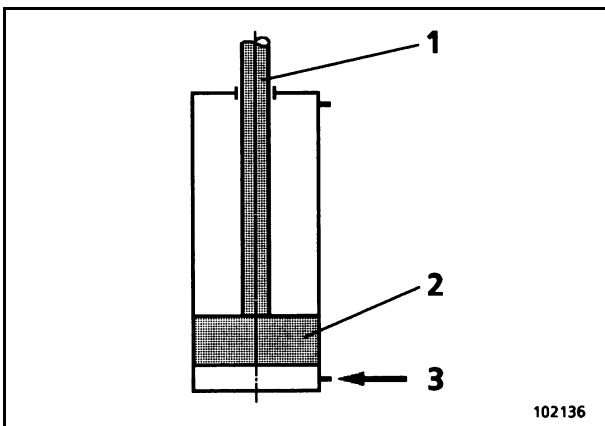
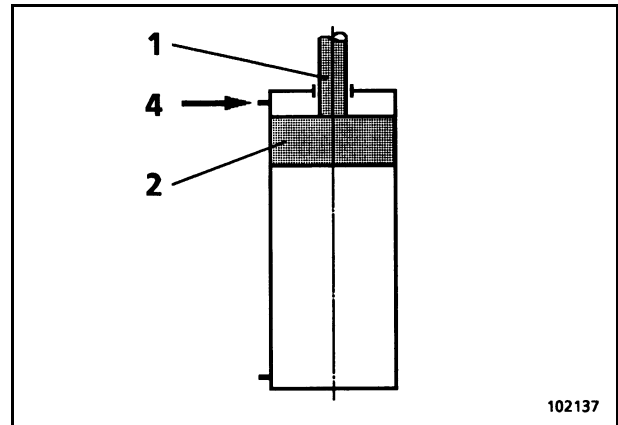

Fig. 3-93:
Fig. 3-94:
Antes de sujetar el cilindro por la primera vez a aceite, el émbolo debe encontrarse en una de las dos posiciones finales. El vástago de émbolo (1, Fig. 3-93: y Fig. 3-94:), por consiguiente, debe haber entrado o salido por completo.
- con el vástago de émbolo entrado (1, Fig. 3-93:) el lado de superficie de émbolo (3)
- con el vástago de émbolo salido (1, Fig. 3-94:) el lado del vástago de émbolo (4).